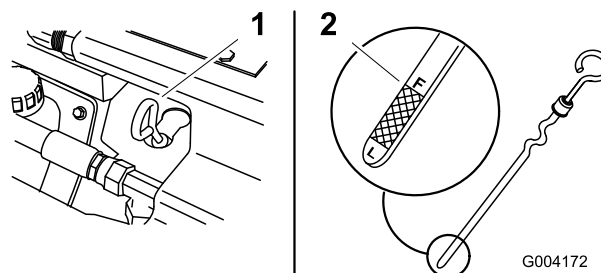

Figure 13
4. Nettoyez la surface autour de la jauge d'huile (Figure 13).
5. Sortez la jauge d'huile et essuyez soigneusement l'extrémité métallique (Figure 13).
6. Enfoncez la jauge complètement dans le tube (Figure 13).